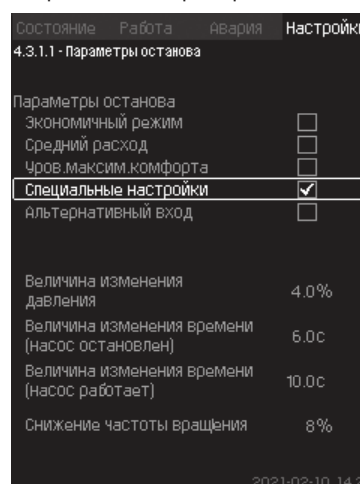

Рис. 73 Специальные настройки
- 3. Выберите один из параметров останова. При выборе «Специальные настройки», необходимо задать параметры, показанные на рис. 73. См. примеры ниже.